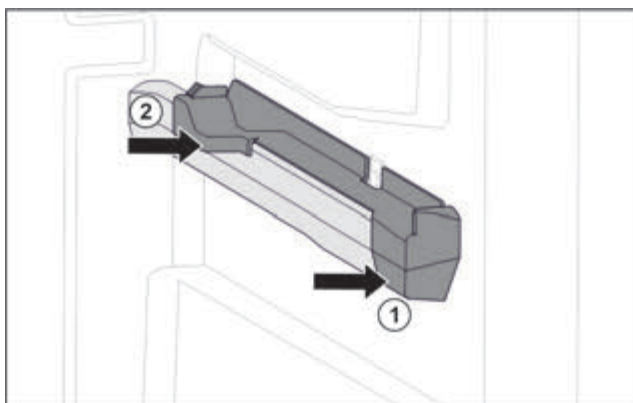

Fig. 72 Вставна частина на правому ребрі для резервуару
- ▶ Одягти вставну частину вперед на ребро резервуару. Fig. 72 (1)
- ▶ Притиснути вставну частину позаду. Fig. 72 (2)